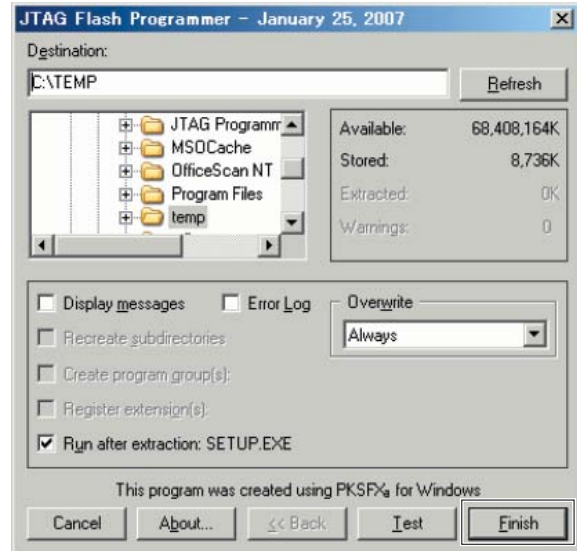

図 1 入力画面
- 3) StandaloneJTAG\_1\_20 をダブルクリックすると下記の入力画面が表示されます。(図 1)